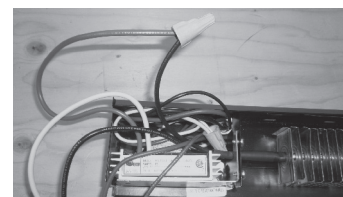

FIG. 4
5. Défaire la marette (côté gauche), brancher le fil de l'élément avec le fil bleu du relais (FIG. 4), le fil rouge venant du caniveau avec le fil blanc du relais (FIG. 5) et le fil rouge avec le fil noir du relais puis passer le fil rouge dans le caniveau vers la boîte de jonction droite. (FIG. 6)